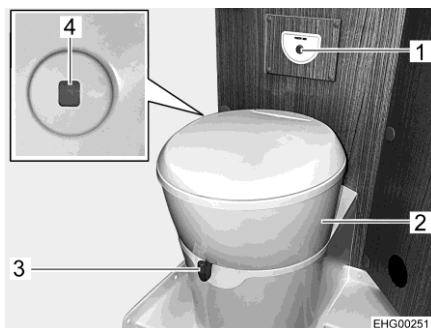

Fig. 70 Toilette
La tazza del WC può essere orientata nella posizione desiderata. A tale scopo, prendere con entrambe le mani la parte superiore (Fig. 70,2) della toilette e ruotare.
La centralina di controllo con il pulsante dello sciacquone (Fig. 70,1) è posizionata vicino alla tazza del WC.
Il colore dell'indicatore di livello (Fig. 70,4) passa da verde a rosso quando è necessario svuotare il serbatoio fecale.
- Prima di tirare l'acqua, aprire il cursore della toilette. A tal fine girare la leva del cursore (Fig. 70,3) in senso antiorario.
- Per sciacquare premere il pulsante blu (Fig. 70,1).